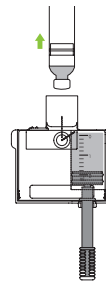

Abbildung 61
6. Entfernen Sie die Insulinampulle vom Fülladapter (Abbildung 61).